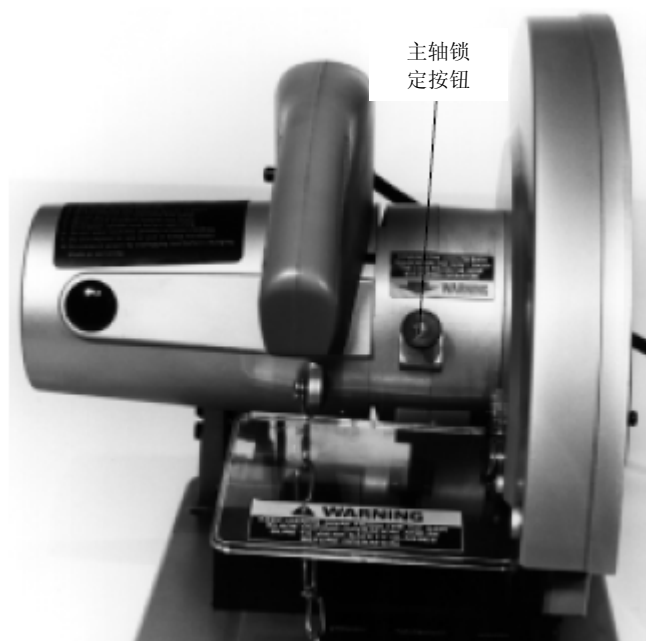

图8 — 拆下锯片
3. 按下主轴锁定按钮，同时用内六角螺栓松开心轴上的螺母，这样就可以取下锯片了（见图8）。